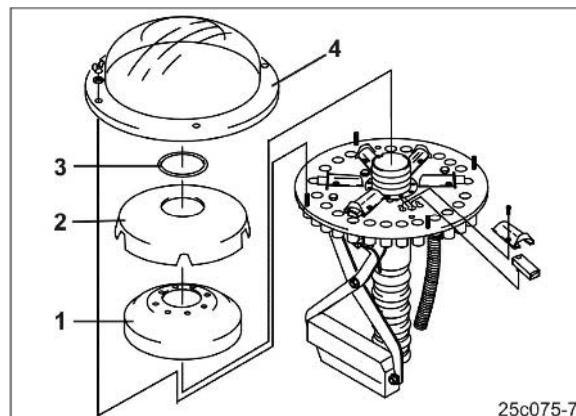

Рис. 129
10. Закрепите пенопластовую вставку (Рис. 129/1).
11. Закрепите внутреннюю крышку распределителя (Рис. 129/2)
12. Установите кольцо (Рис. 129/3)
13. Установите внешнюю крышку распределителя (Рис. 129/4)
6. Заполните бесступенчатый редуктор через заправочный патрубок (Рис. 129/2) до смотрового глазка гидравлической жидкостью.